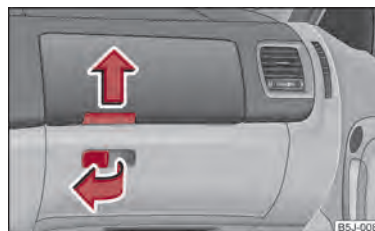

Fig. 67 Tabloul de bord: Compartimente pe partea pasagerului din dreapta
- Trageți mânerul din capac în sensul indicat de săgeata ⇒ fig. 67 și deschideți capacul în jos.